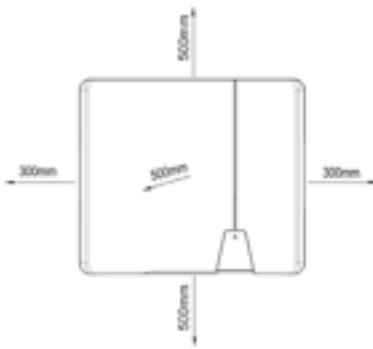

Fig. 3.1: Dispositivo na instalação exterior
- ① Caixa de cartão, com o suporte e o conjunto de montagem, retirada da embalagem e aberta.
- NOTA:** As distâncias mínimas entre dois dispositivos ou entre o dispositivo e o teto ou o chão estão especificadas no desenho Fig. 3.1.